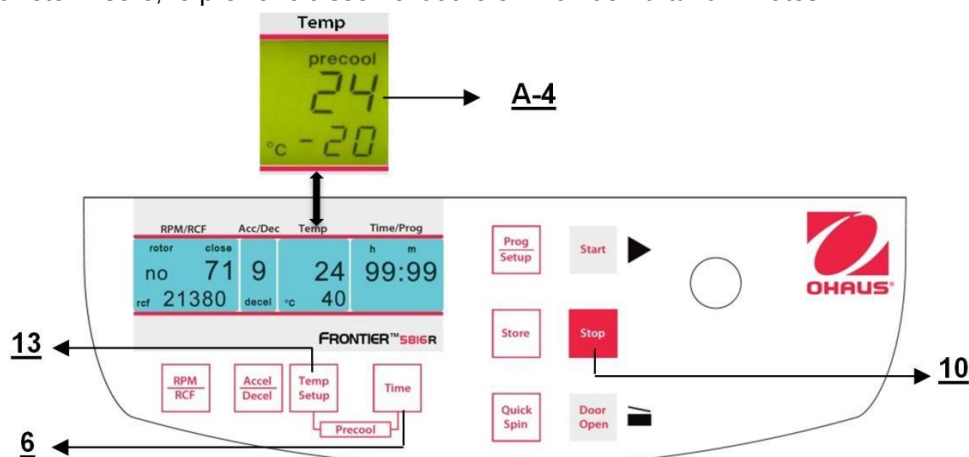

Figure. 23
Si les échantillons sont sensibles à la température, il est utile de pré-refroidir la centrifugeuse, le rotor et finalement les godets à la température requise de fonctionnement. Pour ce faire, insérer le rotor retenu et prédéfinir la température correspondante. En appuyant simultanément sur les touches **"Temp/Setup"** (13) (voir la figure 23) et **"Time"** (6), l'utilisateur démarrera une centrifugation. Pendant le fonctionnement, l'unité choisit automatiquement une vitesse de rotation équivalente à 20 % de celle autorisée du rotor inséré. Après avoir atteint la température prédéfinie, il est possible de quitter le pré-refroidissement avec la touche **"Stop"** (10). En fonction du rotor inséré, le pré-refroidissement dure environ de 10 à 20 minutes.
Pour adapter les données, appuyer sur la touche **"Store"** (12) (voir les figures 23 et 24) pendant 1 seconde environ. Si le programme est correctement mémorisé, le mot **"StorE"** apparaît sur l'affichage **"RPM/RCF"** (A-1). Ceci aura pour effet de faire disparaître le mot **"programm"** (M10). Aussitôt après avoir libéré la touche **"Store"** (12), le mot "programm xx" (M10) réapparaît avec xx correspondant à l'emplacement du programme choisi. Si tous les numéros de programme sont occupés, l'utilisateur peut choisir un ancien numéro qui n'est plus actuellement utile et y introduire simplement les nouveaux paramètres.